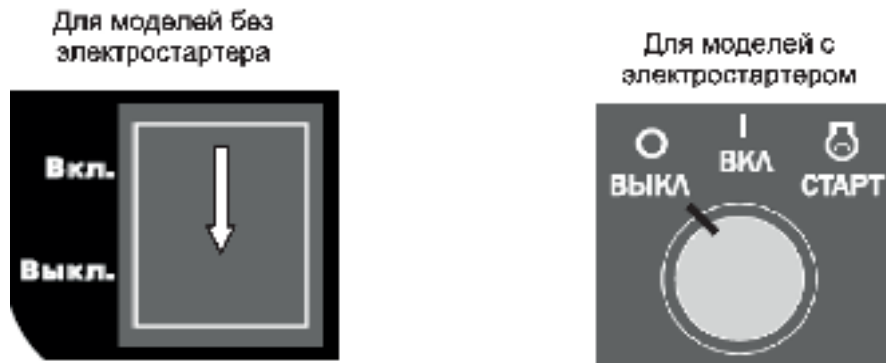

Рис. 16
1. Переведите выключатель двигателя в положение «Выкл.» (Рис. 16)